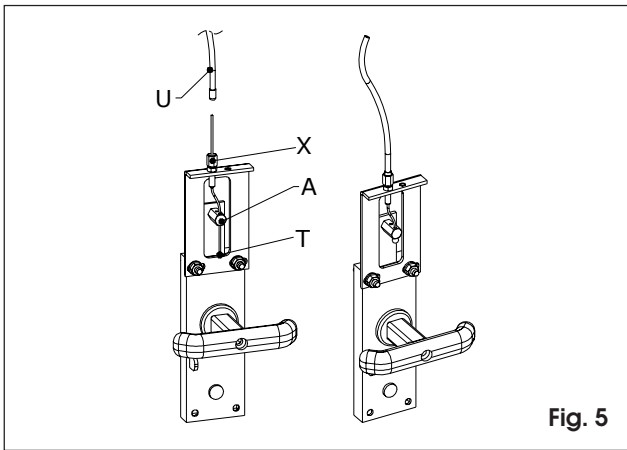

Fig. 5
- 7) Inserire il cavo **T** prima nel perno **A**, poi nel registro **X** e poi nella guaina **U**, come in Fig.5.
- 7) Insert cable **T** first in pin **A**, then in adjuster screw **X** and then in sheath **U** as shown in Fig.5.
- 7) Engager le câble **T** d'abord dans le pivot **A**, puis dans la vis d'ajustement **X** et enfin dans la gaine **U**, comme indiqué en Fig.5.
- 7) Insertar el cable **T**, primero en el perno **A**, después en el registro **X** y, luego, en la vaina **U** (Fig. 5).
- 7) Kabel **T** erst in Stiff **A**, dann in das Register **X** und in Hülle **U** einziehen, s. Abb. 5.